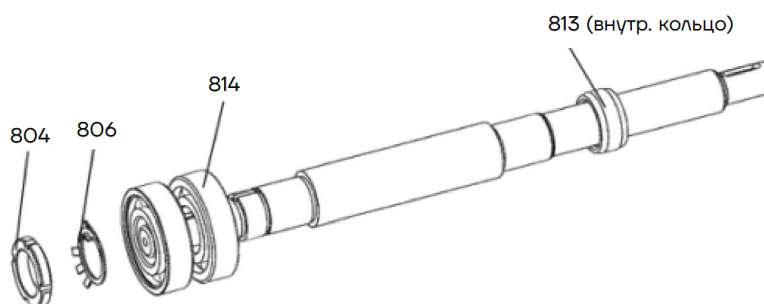

Рисунок 11
- Снимите подшипники. Передний подшипник (813) – радиальный роликовый серии NU, внутреннее кольцо снимается с вала. Задние подшипники (814) – радиально-упорные шариковые серии 73. См. рисунок 11.